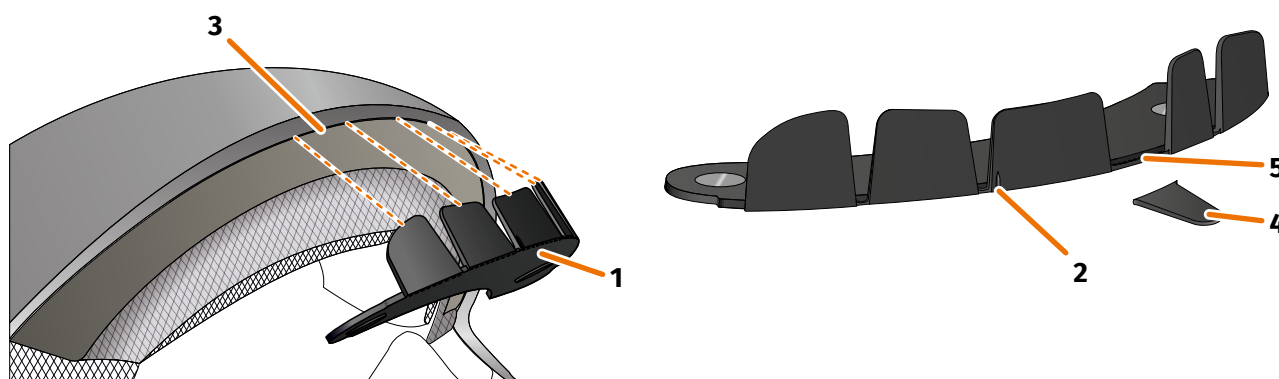

FIGURA 9 // Apertar o adaptador de capacete com presilhas
1. Coloque o adaptador de capacete (FIGURA 9/1) na parte frontal do capacete. Na parte da frente do adaptador de capacete encontra-se uma marcação (FIGURA 9/2) que deve estar numa linha imaginária entre o centro do capacete e o centro do seu rosto.
2. Pressione as presilhas com ambas as mãos, de modo uniforme, para dentro da fenda (FIGURA 9/3), até a placa base do adaptador de capacete ficar completamente assente na superfície de montagem do capacete. Em alguns capacetes, pode ser necessário esticar, primeiro, um pouco a fenda.
Se verificar que algumas presilhas na fenda do capacete colidem com o material do capacete, pode simplesmente quebrar até três presilhas (FIGURA 9/4, a título de exemplo). O adaptador de capacete encontra-se perfurado no canto inferior das presilhas (FIGURA 9/5), para facilitar a quebra. Pode alisar os pontos de rutura com uma lima ou uma tesoura.